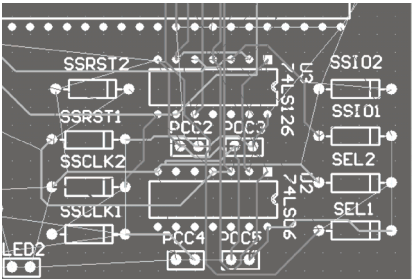

图 6-80 指定区域进行布线
- 2) 执行该命令后，光标变为十字形状，选择需要进行布线的区域，该区域包括 PCC2、PCC3、U2 和 U3 等元器件，系统将会对此区域进行自动布线，如图 6-80 所示，可以看出与上述所选元器件没有连线关系的地方没有布线。